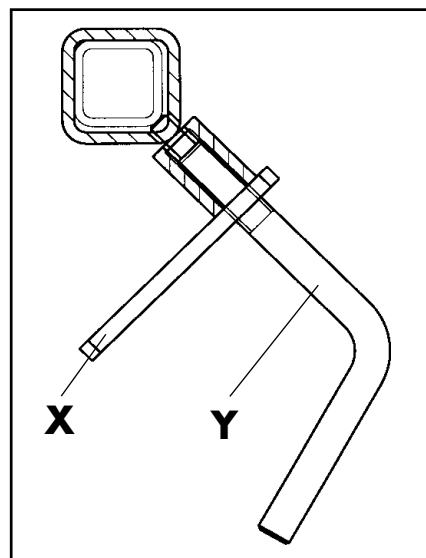

Bild 3-8
- Auf spielfreie Befestigung des Schwadtuches achten. Die Knebelschraube „Y“ unter gleichzeitiger Schwenkbewegung des Schwadformers anziehen und mit Bügel „X“ kontern (Bild 3-8)